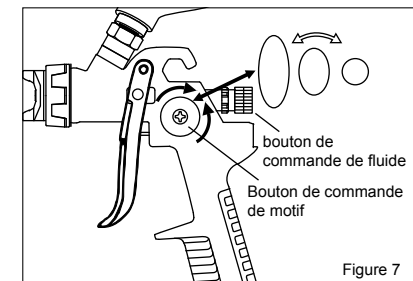

Figure 7
**Note:** Le bouton de commande du motif peut être réglé dans le sens horaire ou antihoraire pour obtenir la forme du motif requis et la taille. Pour obtenir une forme du motif rond, tournez le bouton de commande du motif dans le sens horaire. Pour obtenir une forme de modèle de ventilateur, tournez progressivement le bouton de commande du motif dans le sens antihoraire. (Voir la Figure 7)